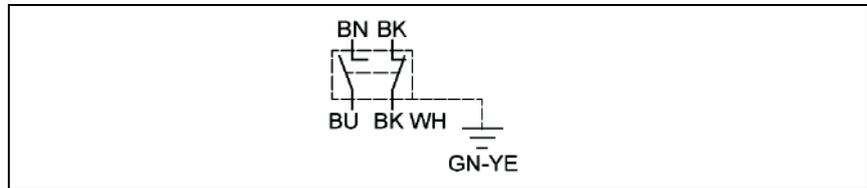

Fig. 15: Schéma de branchement électrique pour l'interrupteur de fin de course
1. Déposer l'élément de protection (1) de l'interrupteur de fin de course.
2. Déposer l'élément de protection (2) de la fiche.
3. Introduire la fiche de raccordement (3) dans l'interrupteur de fin de course.
4. Serrer la vis (4) de 90° dans le sens horaire.
5. Brancher les extrémités de câble selon le schéma représenté (voir Fig. 15).